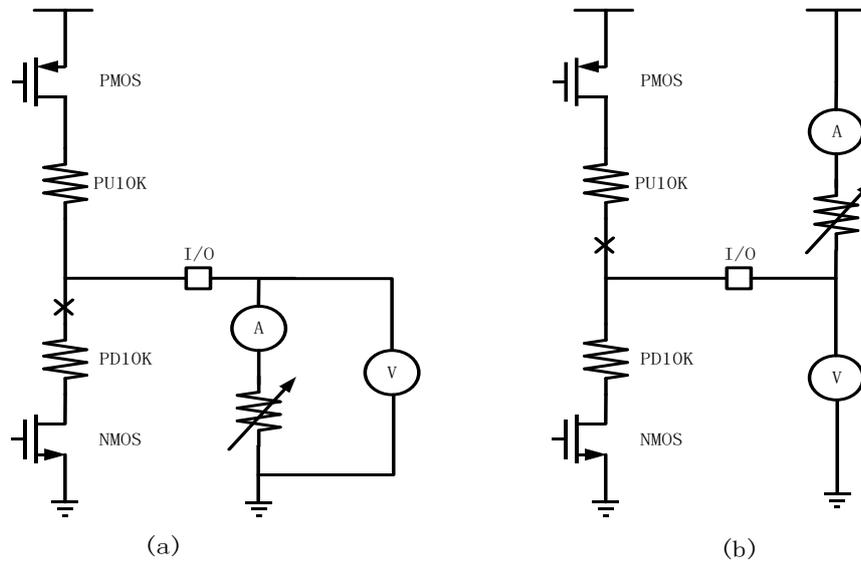

图 11. 上下拉电阻测量
6. I/O 的上下拉电阻测试方法：如图 11 (a)，测量上拉电阻时，从 I/O 到底串联电流表和滑动变阻器，并用电压表测量 I/O 电压，调整滑动变阻器，使得电压表的电压值为 0.5VCC，记录此时的电流表读数  $I_R$ ， $P_{U10K}$  的阻值等于滑动变阻器的阻值，等于电压表和电流表读数的商，即  $0.5VCC/I_R$ 。如图 11(b)，同样调整滑动变阻器的阻值，使得电压表的读数为 0.5VCC，记录电流表读数  $I_{R0}$ ， $P_{D10K}$  的阻值为  $0.5VCC/I_{R0}$ 。(VCC=5V)